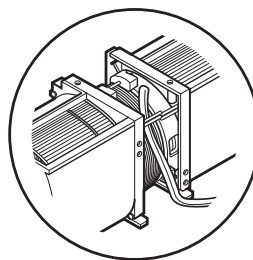

Ilustración 22
3. Volver a montar el cable del ventilador. Consultar Ilustración 22.